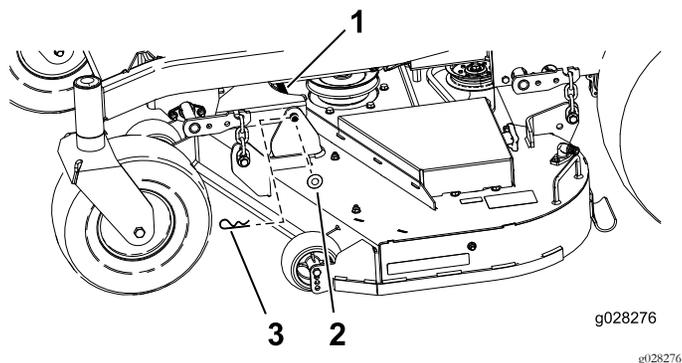

Figure 63
1. Retirez la goupille fendue et la rondelle qui fixent la barre de liaison au cadre et au tablier, et enlevez la barre de liaison (Figure 63).
9. Fixez la barre de liaison avec les goupilles fendues et les rondelles retirées précédemment (Figure 63).